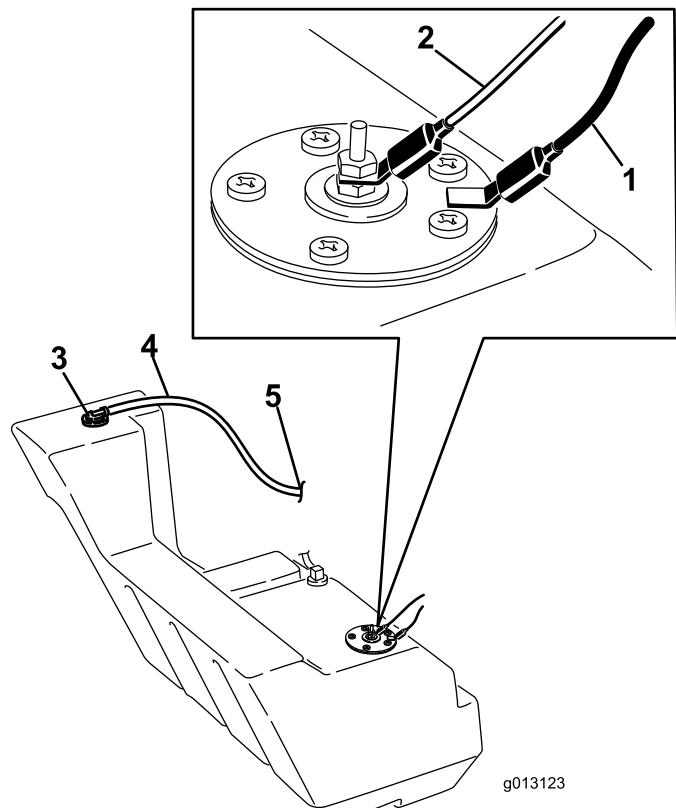

Figura 59
11. Scollegate i due cavi che conducono alla parte destra del serbatoio (Figura 59).
20. Sulla parte destra del serbatoio, collegate il cavo arancione al polo centrale e il cavo nero al polo esterno (Figura 59).